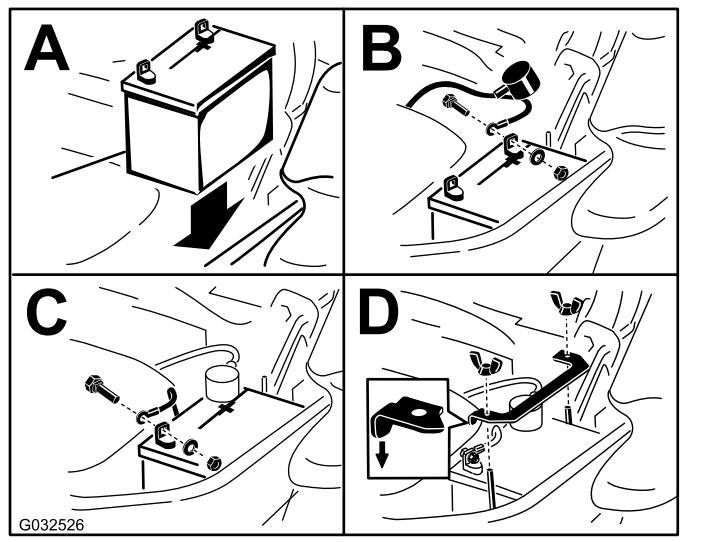

Figura 58
**Nota:** Coloque la batería en la bandeja, con los bornes frente al depósito de aceite hidráulico (Figura 58).